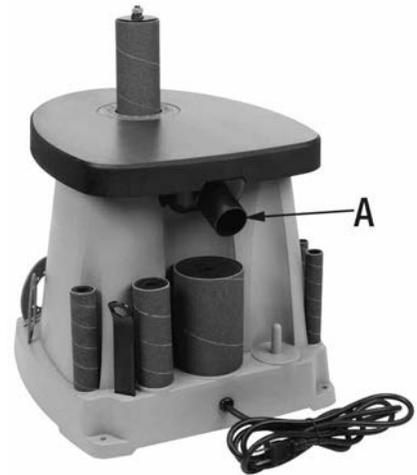

FIGURE 8
Cette Ponceuse Oscillante comprend une sortie de poussière de 1-1/2" (A) Fig.8 à l'arrière de la machine permettant le raccordement à un aspirateur d'atelier ou avec la combinaison d'adaptateurs (non inclus) pour le raccordement à un collecteur de poussière.